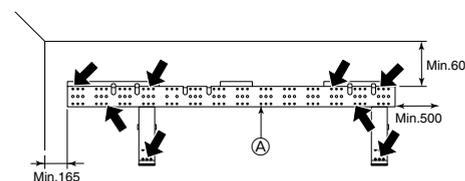

Fig. 3-3
- ▶ Die Wandbefestigung muss, wenn möglich, an beiden Enden und in der Mitte gesichert sein. Niemals an einer einzigen Stelle oder in asymmetrischer Form befestigen. (wenn möglich, die Befestigung an allen durch einen fett gedruckten Pfeil markierten Stellen sichern) (Fig. 3-3)